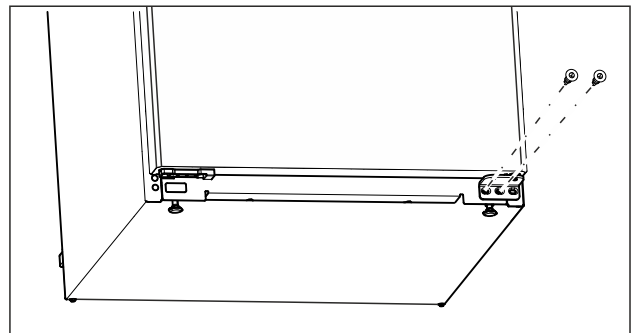

Fig. 14
- ▶ Draai de middelste schroef op de onderste lagersteun los met een Torx 20-schroevendraaier. (zie Fig. 14)
- ▶ Draai de binnenste schroef van de onderste lagersteun los met een Torx 20-schroevendraaier. (zie Fig. 14)